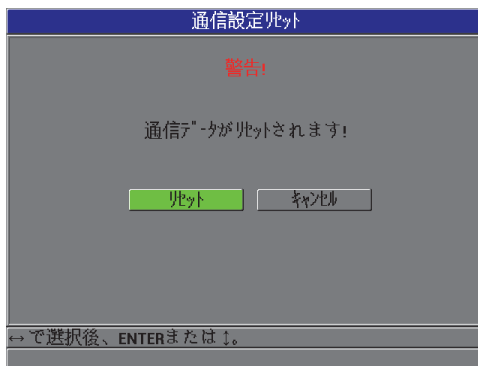

図 8-9 通信リセット画面 — 警告メッセージ
2. リセットサブメニューで、通信を選択し、通信リセット画面を開きます（145 ページ図 8-9 参照）。